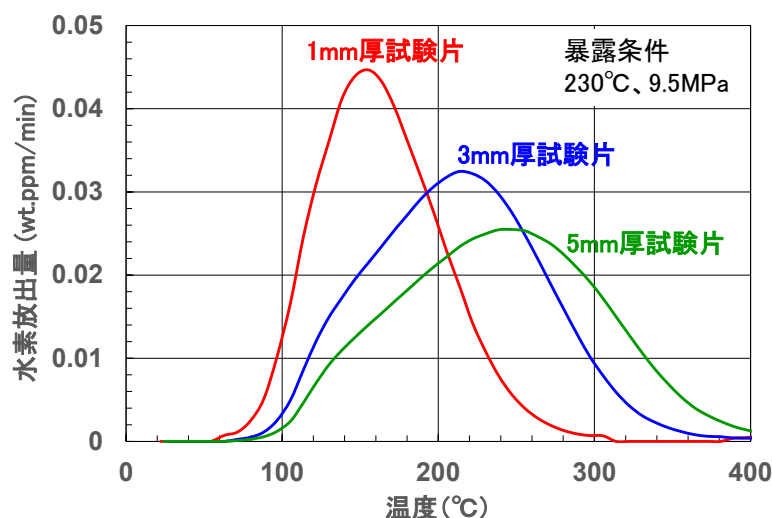
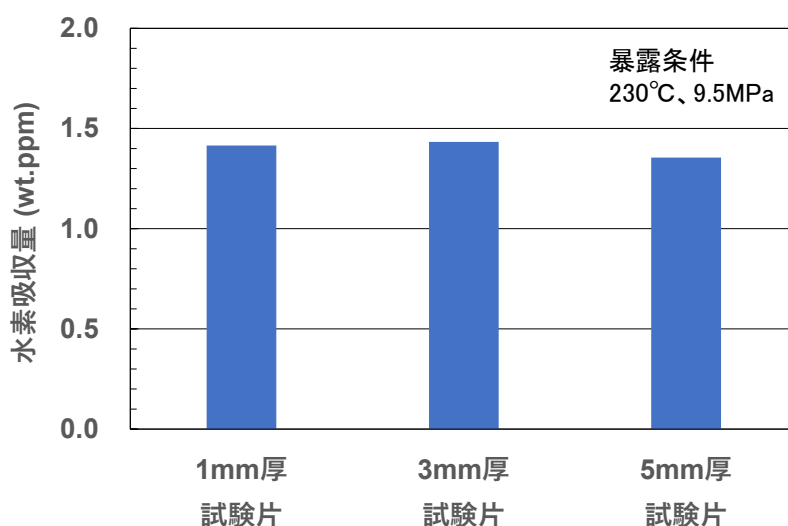

図1 高温高圧水素暴露後の13Cr鋼の水素放出挙動
図2 高温高圧水素暴露後の13Cr鋼の吸収水素量
- ・ 昇温過程の水素放出挙動(図1)とその積算量からの吸収量算出(図2)が可能です。